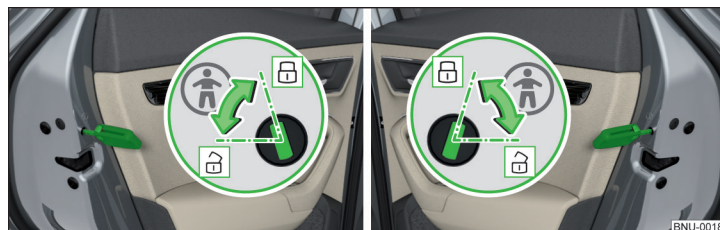

Fig. 51 Puerta posterior: Conectar/desconectar el seguro para niños
- Para **encender**, girar el fusible con la llave del vehículo en la posición » fig. 51.